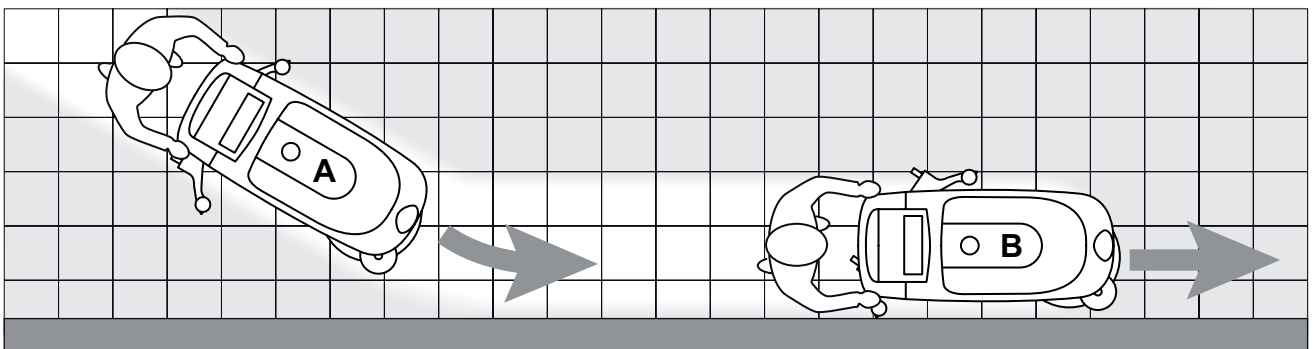

Figure 4
2. Tout en gardant les deux mains sur le guidon (2), appuyer sur le bouton-poussoir (47), déplacer la machine et commencer le travail de lavage/séchage du sol.
3. Si besoin est, arrêter la machine et régler encore le bouton de réglage (23) de l'équilibrage de l'embouchure.
4. Si besoin est, régler la quantité de solution qui arrive à la brosse au moyen du robinet (36).
*Avant de soulever la brosse / disque, arrêter sa rotation en relâchant le bouton-poussoir (47).*
*Pour un lavage / séchage correct des sols près des murs, l'opérateur est conseillé de s'approcher au murs avec le côté droit de la machine, comme indiqué dans la figure 4.*